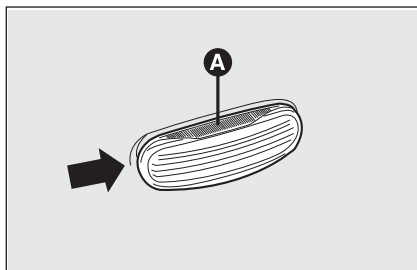
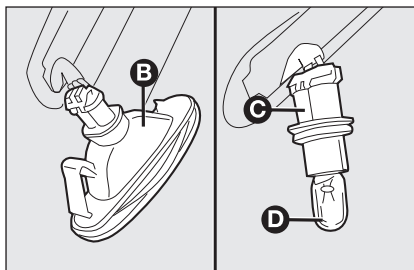

fig. 26
fig. 27
- ☐ duw tegen het lampenglas **A**-fig. 26 zodat de interne borgveer **B**-fig. 27 wordt ingedrukt en trek de unit naar buiten;